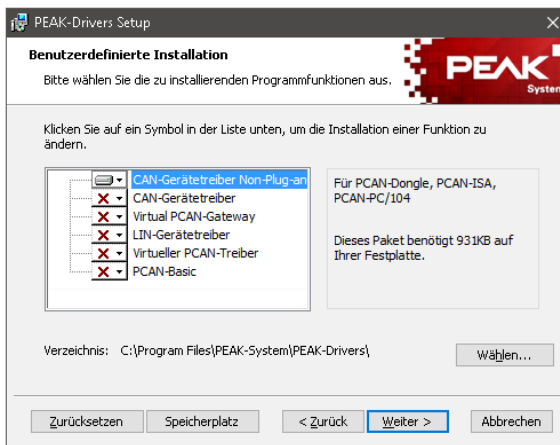

Abbildung 3: Treiberauswahl im PEAK-Drivers Setup
5. Wählen Sie den **CAN-Gerätetreiber** ab und aktivieren Sie **CAN-Gerätetreiber Non-Plug-and-Play** (siehe Abbildung 3).